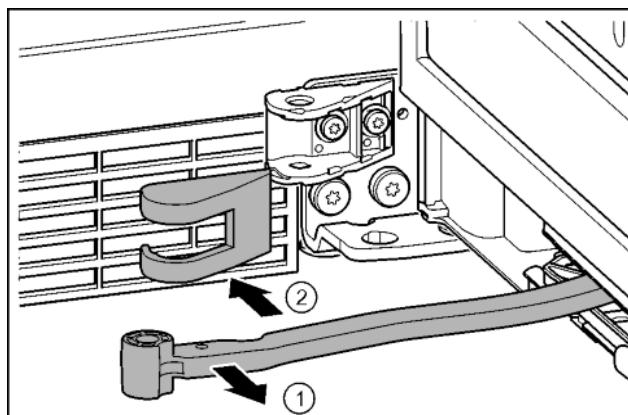

Fig. 20
- ▶ Завъртете шарнира в посока към вратата. Fig. 20 (1)
- ▶ Отстранете капака на лагерната стойка. Fig. 20 (2)